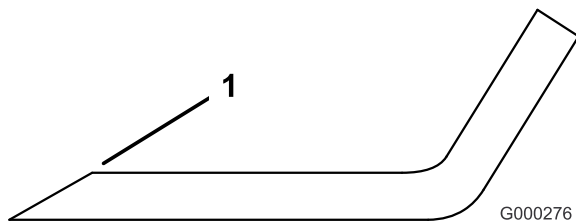

Bild 85
3. Untersuchen Sie die Schnittkanten aller Messer. Schärfen Sie alle stumpfen und ausgekerbten Schnittkanten. Schärfen Sie nur die Oberseite der Schnittkanten und behalten dabei den ursprünglichen Schnittwinkel bei, um die Schärfe des Messers zu gewährleisten (Bild 85). Das Schnittmesser behält seine Auswuchtung bei, wenn von beiden Schnittkanten die gleiche Materialmenge entfernt wird.